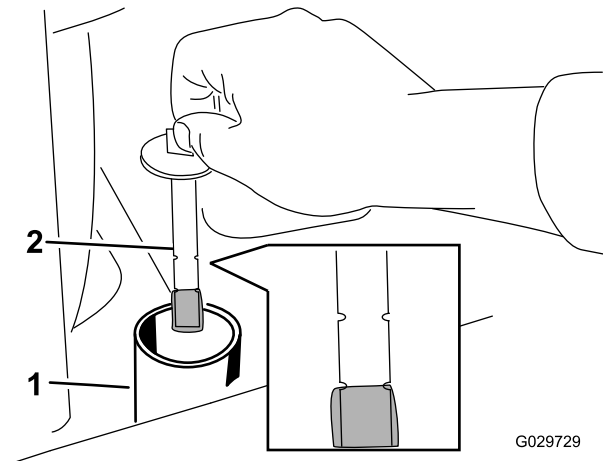

Bild 59
6. Entfernen Sie den Deckel des Hydraulikbehälters und den Peilstab (Bild 59).